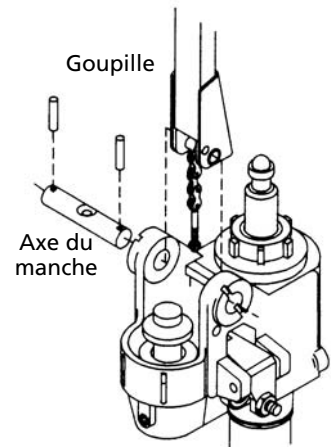

Figure 4 – Montage du manche
1. Retirer la goupille et l'axe du manche du corps de la pompe (voir Figure 4).